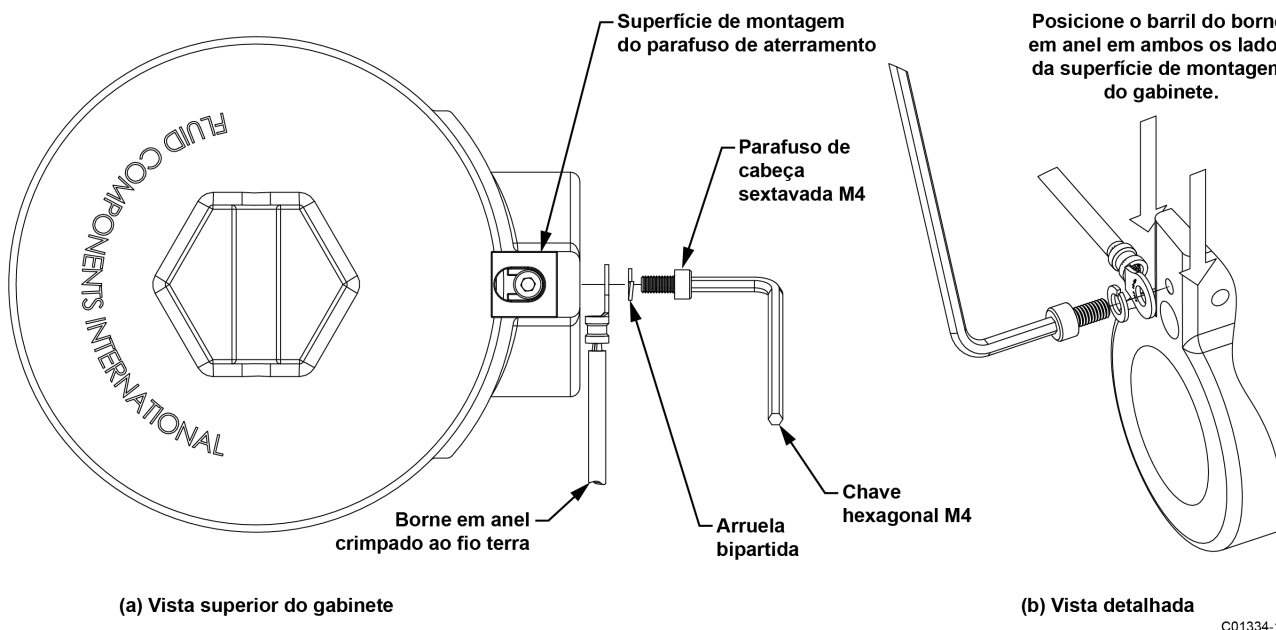

Figura 8 – Instalação do fio-terra terminado por borne em anel
- Instale o borne em anel do fio terra de maneira que a extremidade do cilindro do borne toque a lateral do ressalto de montagem do gabinete, como mostrado na Figura 8. Coloque o borne em anel em qualquer um dos lados do ressalto de montagem conforme necessário para a instalação. Instale com o hardware nesta ordem: parafuso de cabeça sextavada, arruela bipartida com trava, borne em anel. Aperte o parafuso sextavado com um torque de 23 lb-pol (2,6 N-m).